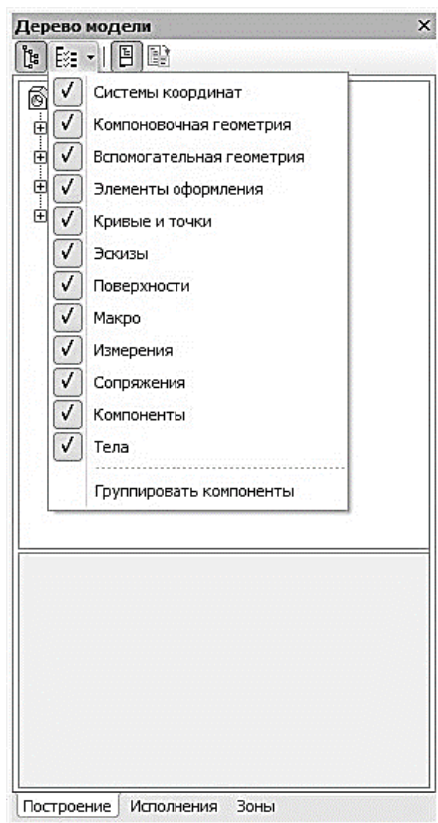

Рис. 8. Раскрывающийся список состава Дерева модели
- состав Дерева модели (рис. 8) позволяет выбрать группы объектов, которые следует отображать в Дереве модели (кнопка активна только в режиме отображения структуры модели);